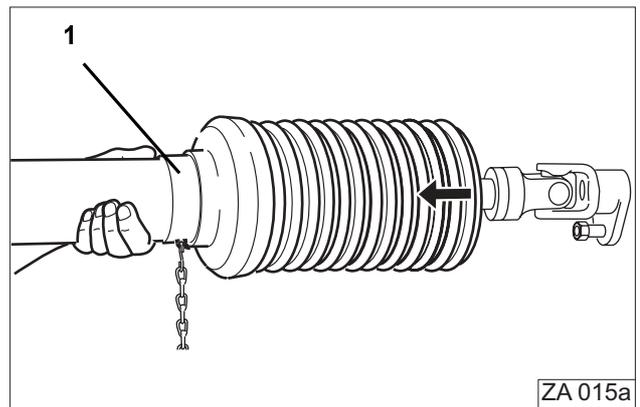

Fig. 13
- Schutzhälfte (Fig. 13/1) abziehen.